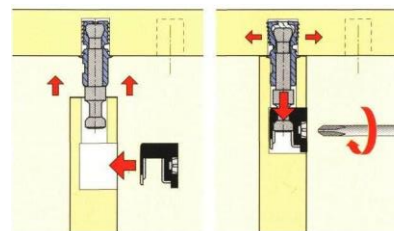

Рис.4 Схема установки эксцентриковой стяжки
3. Соединить планку поз. 5 со стенками вертикальными поз. 2,3 эксцентриковыми стяжками (рис.4). Затяжка соединения производится путем поворота эксцентрика в направлении стрелки выштампованной на корпусе стяжки. Вставить задние стенки ДВПО поз.8 в пазы стенок вертикальных поз.2,3, соединив их профилем стыковочным поз.23.
4. Соединить стенки вертикальные поз.2,3 со стенками горизонтальными поз. 1 и 1ф (находится в пакете с фасадами) эксцентриковыми стяжками (рис.4), и стенку горизонтальную 1ф с планкой поз.5 с помощью шкантов.